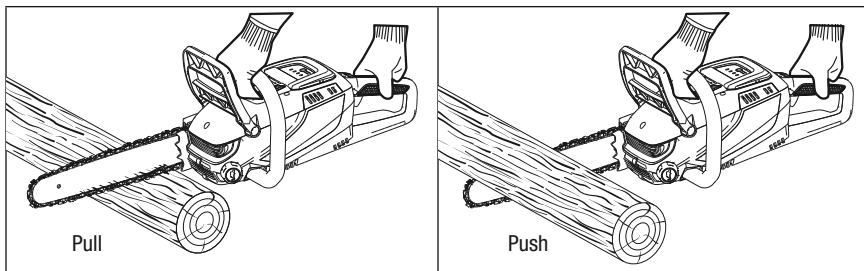

FIG. 7
- Poussez et tirez – La force de réaction est toujours opposée à la direction dans laquelle la chaîne se déplace là où le contact avec le bois est effectué. Ainsi, l'utilisateur doit être prêt à contrôler le TIRAGE lors de la coupe sur le bord inférieur de la barre, et la POUSSÉE lors de la coupe le long du bord supérieur (fig. 7).